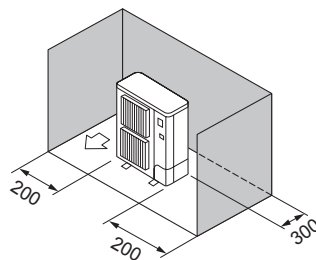

Fig. 2-8
- ③ Překážky pouze vzadu a po stranách (Fig. 2-8)